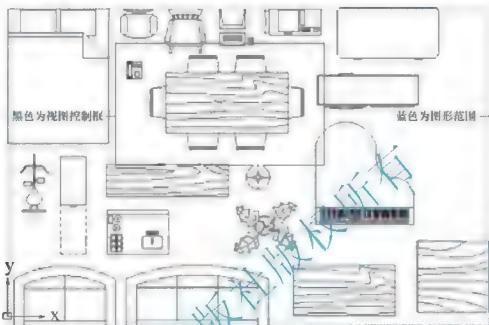

图 1.22 动态缩放的显示
(1) 在命令行输入“Z”后按 Enter 键,在 ZOOM [全部(A)中心(C)动态(D)范围(E)上一个(P)比例(S)窗口(W)对象(O)] 实时 ; 提示下输入“D”后,按 Enter 键,启动【动态缩放】命令,如图 1.22 所示,蓝色是图形范围所占的区域、黑色是视图控制框。在屏幕上移动光标,黑色的视图框会随着光标的移动而移动。